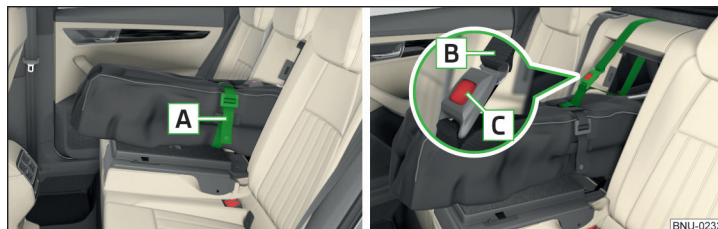

Fig. 124 Apretar banda / asegurar bolsa
- Fije la banda de tracción **A** para fijar los esquís **delante** de las fijaciones » fig. 124. La banda deberá sujetar firmemente los esquís en todo su alrededor.